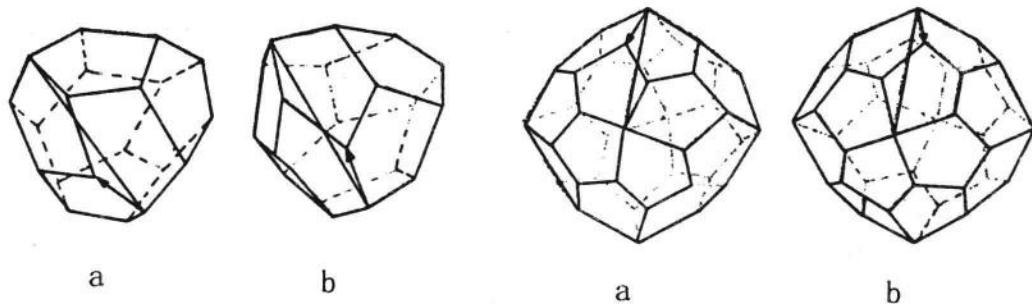

图 8 五角三四面体的左形(a)和右形(b)
②、对于五角三四面体， L^3 出露的两角顶间为三条晶棱组成的一条折线，如果，最下面的一条晶棱位于两角顶连线的左侧，则为左形；如果位于右侧，则为右形（见图 8）